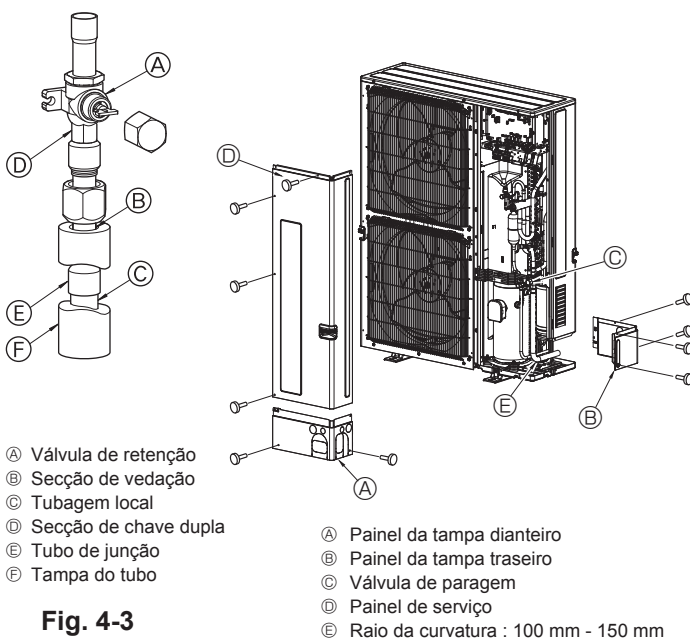

Fig. 4-3
- Utilize o seguinte procedimento para ligar a tubagem do lado do gás. (Fig. 4-3)